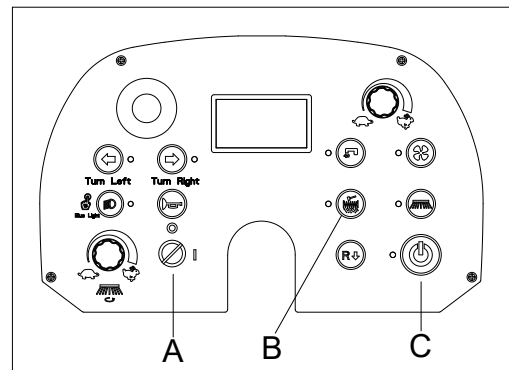

Figura 16
1. Pulse el botón de arranque (C, Figura 16) para desactivar todas las funciones (aspiración, cepillos principales/laterales y bomba) y, a continuación, se levantarán el cepillo principal y los laterales.
2. Pulse el botón del sacudidor del filtro para activar el sacudidor del filtro (B, Figura 16).
4. Lleve la llave de encendido (A, Figura 16) en la posición «O» y retírela.